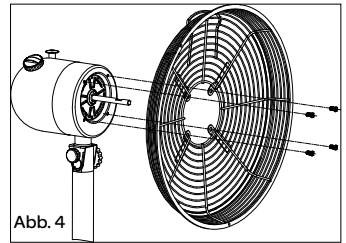

Abb. 4
4. Entfernen Sie die vier Schrauben aus dem Motorteil - Abb. 4.
5. Bringen Sie den hinteren Schutzkorb an der Achse des Motors an und befestigen Sie ihn mit den vier Schrauben, die Sie gerade herausgedreht haben - Abb. 4.